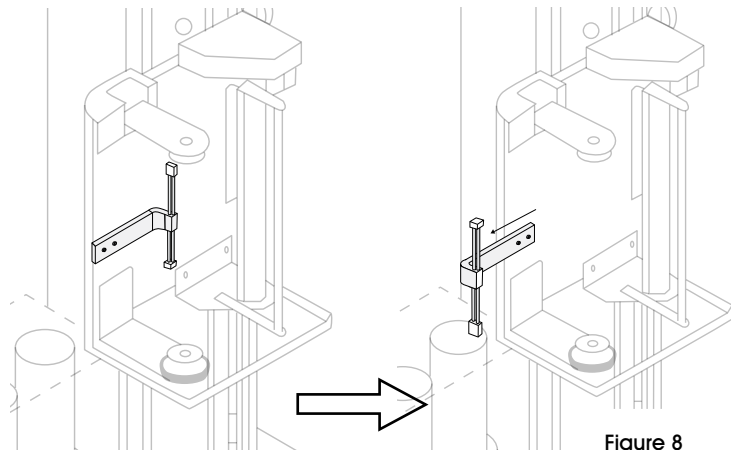

Figure 8
3. L'étape suivante consiste à remonter le détecteur optique de sa position d'expédition protégée. (Voir Figure 8)